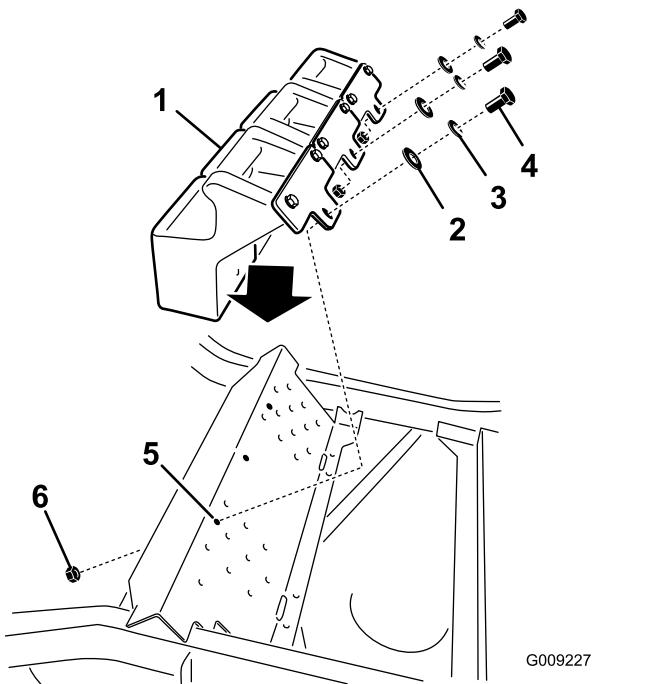

Figura 36
5. Instale los pesos delanteros encima del reposapiés (Figura 36).
6. Sujete los pesos delanteros encima del reposapiés y al soporte de montaje de los pesos con 6 pernos (3/8" x 1"), 6 arandelas de freno (3/8"), 3 tuercas con arandela prensada (3/8") y 6 arandelas planas (3/8"), según se muestra en Figura 36.